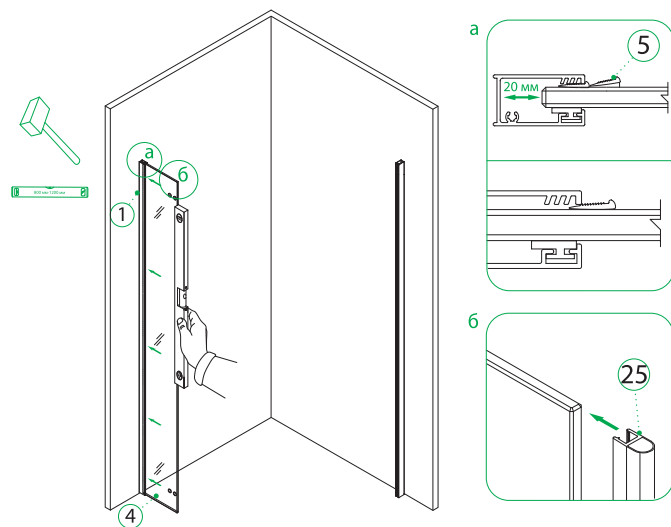

Рис. 8/8-сур.
4. Установите закаленное стекло 1930x240 мм (№4) в пристенный профиль (№1) с помощью уровня (согласно необходимой ориентации расположения двери). Слегка закрепите стекло уплотнителем EVA (№5), чтобы впоследствии можно было отрегулировать длину ограждения (рис. 8-а). После чего установите полукруглый уплотнитель PVC (№25, рис. 8-б).